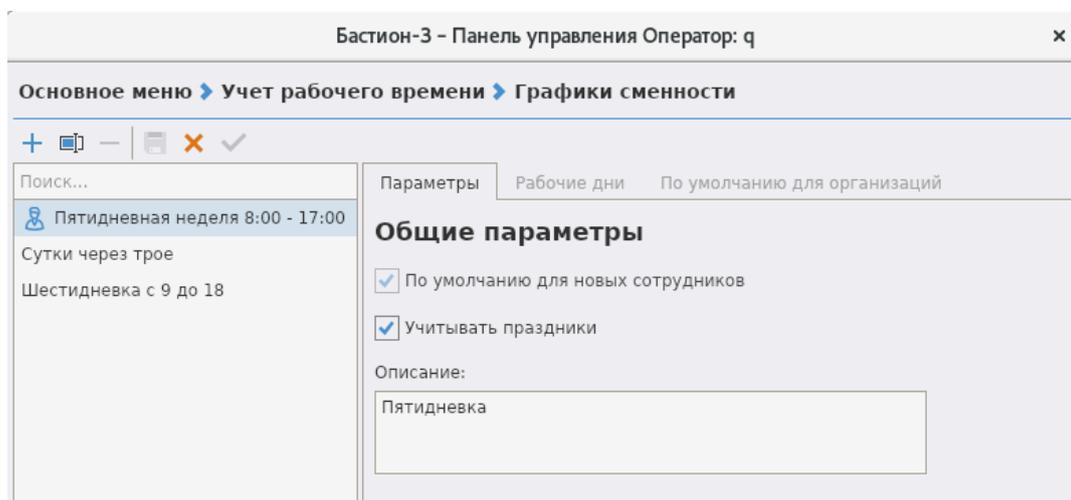

Рис. 13. Форма «Графики сменности», закладка «Параметры»
Для того чтобы настроить список графиков сменности, можно выбрать раздел «Учёт рабочего времени — Графики сменности» в панели управления ПК «Бастион-3» (Рис. 13).
Настройки графиков сменности разбиты по трем закладкам. На закладке «Параметры» (Рис. 13) представлены общие параметры выбранного графика сменности. К ним относятся:
*По умолчанию для новых сотрудников* – признак того, что график сменности используется по умолчанию. Этот график будет автоматически назначаться по умолчанию всем работникам тех подразделений, для которых не выставлен график сменности по умолчанию (Рис. 13).